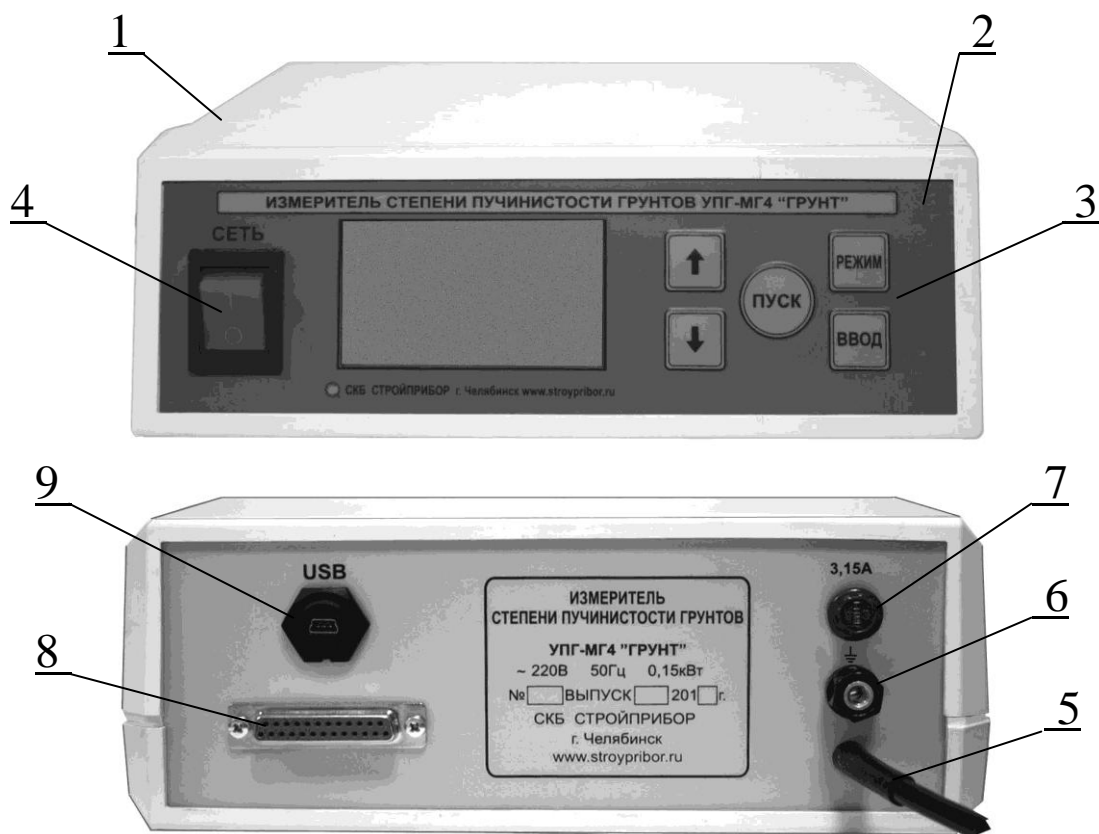

Рисунок 1 - Общий вид блока управления измерителя
1.4.1 Блок управления измерителя (рис. 1) состоит из корпуса (1), в котором размещена электронная плата с дисплеем (2).